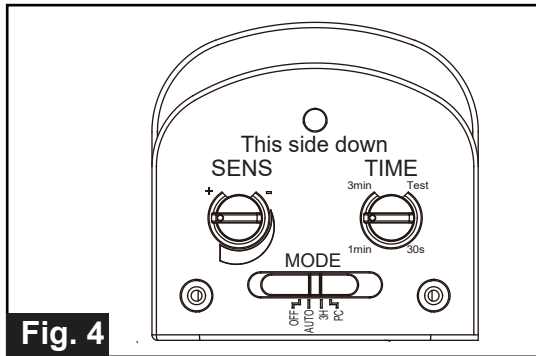

Fig. 4
- Puede ajustar la sensibilidad del sensor de movimiento usando la perilla de sensibilidad ("SENS") ubicada a la izquierda en la superficie inferior del sensor. (Vea la Fig. 4)
Deslice el interruptor en la parte inferior del sensor del artefacto para elegir un modo. (Vea la Fig. 4)